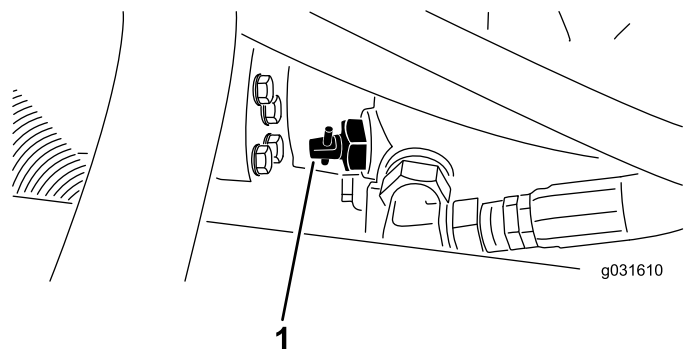

図 28
- 油圧ポンプについているバイパスバルブを90°回転させる **図 28**。